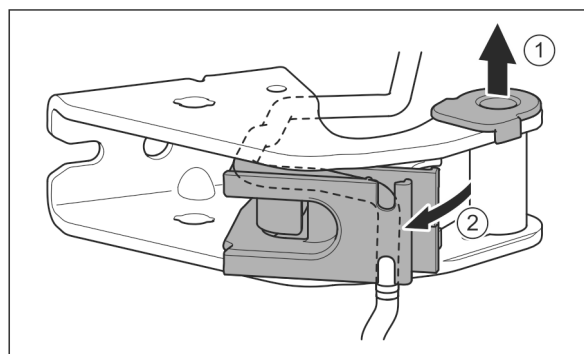

Fig. 24
- ▶ Извадете лагерната втулка от водача. Fig. 24 (1)
- ▶ Завъртете навън кабелния държач. Fig. 24 (2)